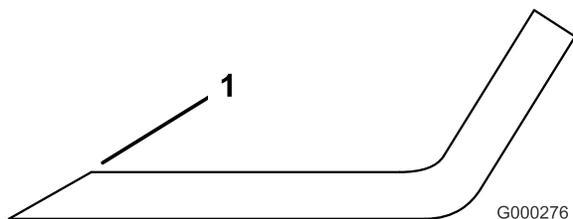

Figure 101
1. Au moyen d'une lime, aiguiser les tranchants aux deux extrémités de la lame (Figure 101). Veillez à conserver l'angle de coupe d'origine. Limez la même quantité de métal sur chacun des deux tranchants pour ne pas déséquilibrer la lame.